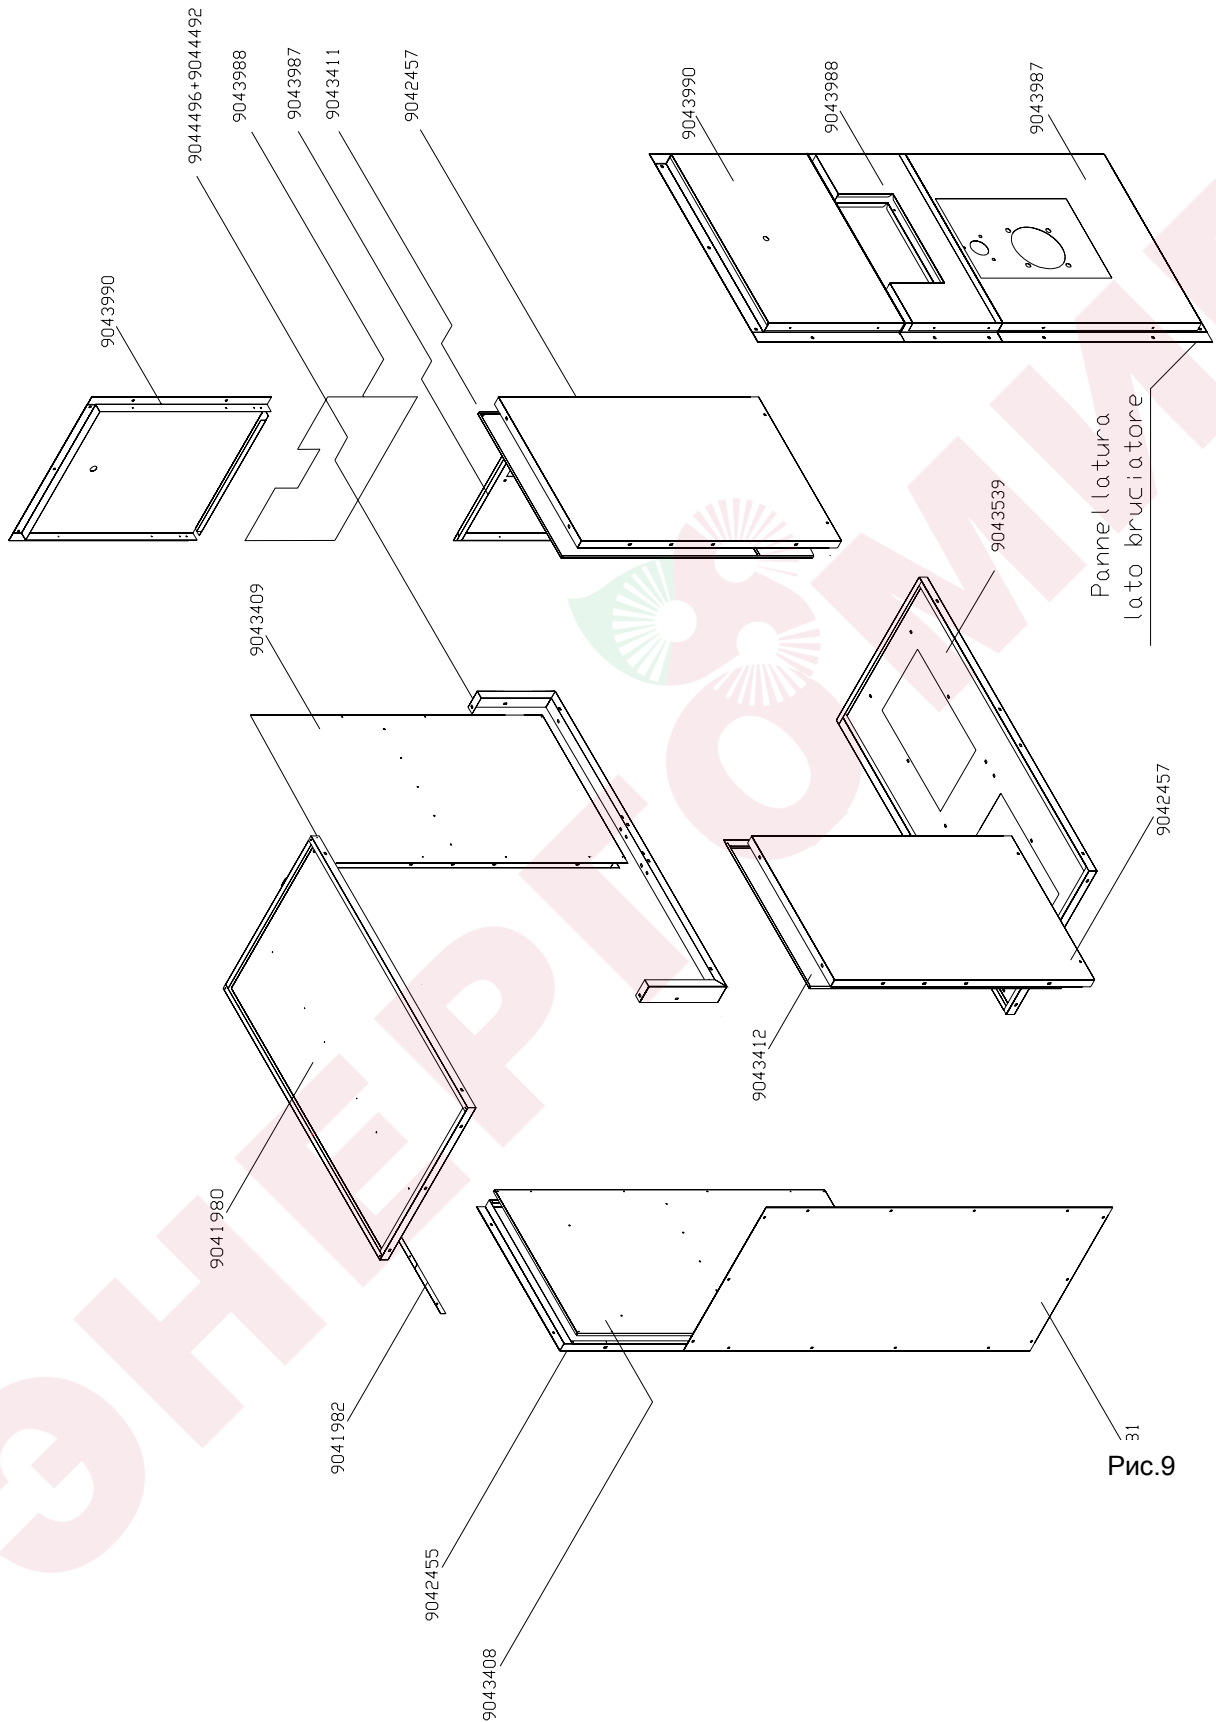

Рис.9
2. Собрать соответствующие панели, составляющие верхнюю часть (С), Рис.9, с соответствующей частью, собранной в п.1